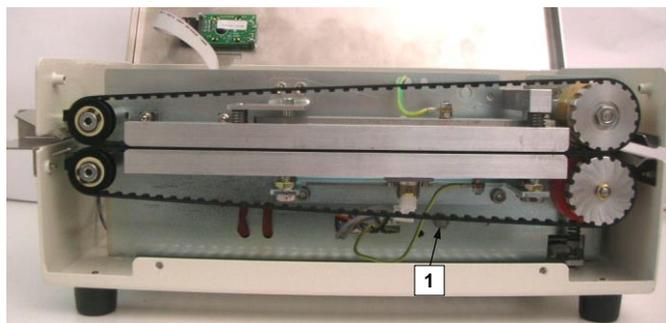
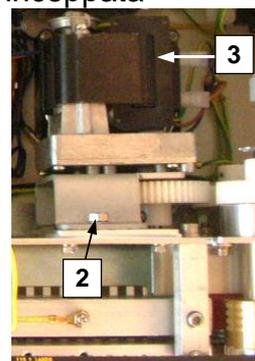

fig.4.3
fig.4.4
- disinserire il gruppo motoriduttore (n.3-fig.4.4) ruotandolo in senso antiorario dopo aver allentato la vite superiore di bloccaggio (n.2-fig.4.4) e la vite di rotazione (n.1-fig.4.3)